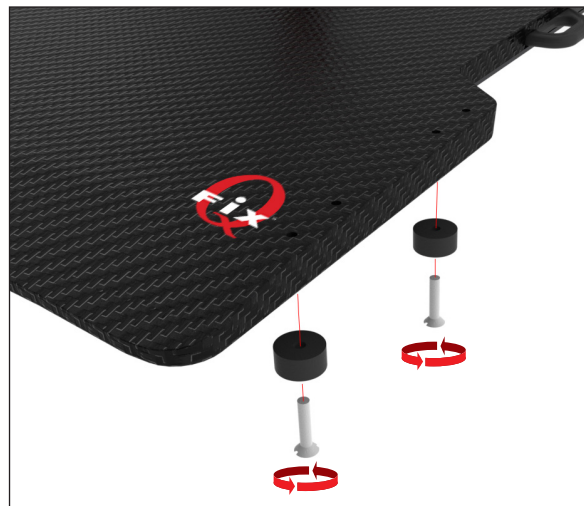

図28
2. 残り2枚の位置決めディスク (縁なし) を、最初の2枚のディスクの反対側に取り付けます。ここではそれぞれ対応する孔に1/4-20 x 1 1/4インチのネジを1本ずつ使用して取り付けます (図28)。